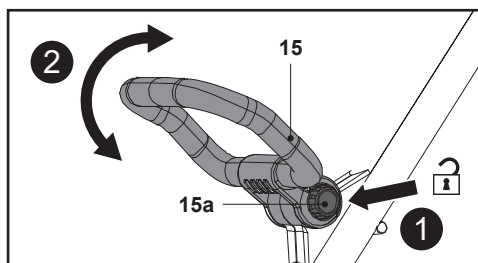

Fig. 6
1. Apasă în jos butonul de blocare (15a) și ține-l apăsat, apoi rotește mânerul auxiliar (15) în sus sau în jos pentru a regla unghiul (fig. 6).
2. Eliberează butonul de blocare (15a) și continuă să rabatezi mânerul auxiliar (15) până se blochează în poziție. Verifică dacă sistemul cu dinți s-a blocat în poziție.